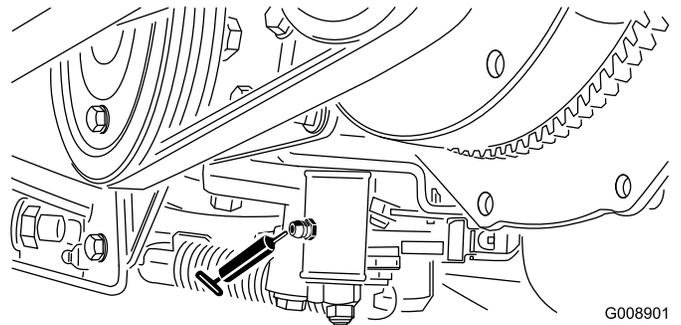

Bild 36
- LeerlaufEinstellung (Bild 36)